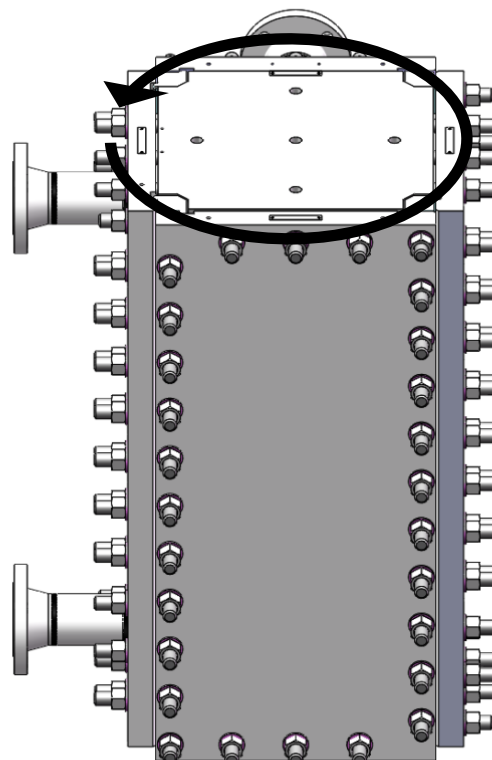

Figura 18
- Respectați sensul de pre-strângere indicat la figura 18.
- Respectați sensul de strângere indicat la figura 18.